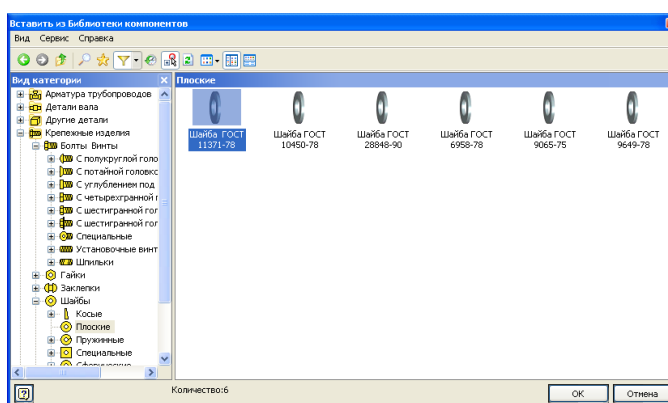

Рис. 3.60. Выбор шайбы
4. Вставьте шайбу. Раскройте в окне *Дерева* раздел «Шайбы» и выберите «Плоские». Выберите в окне «Плоские» «Шайба ГОСТ 11371–78» (рис. 3.60).